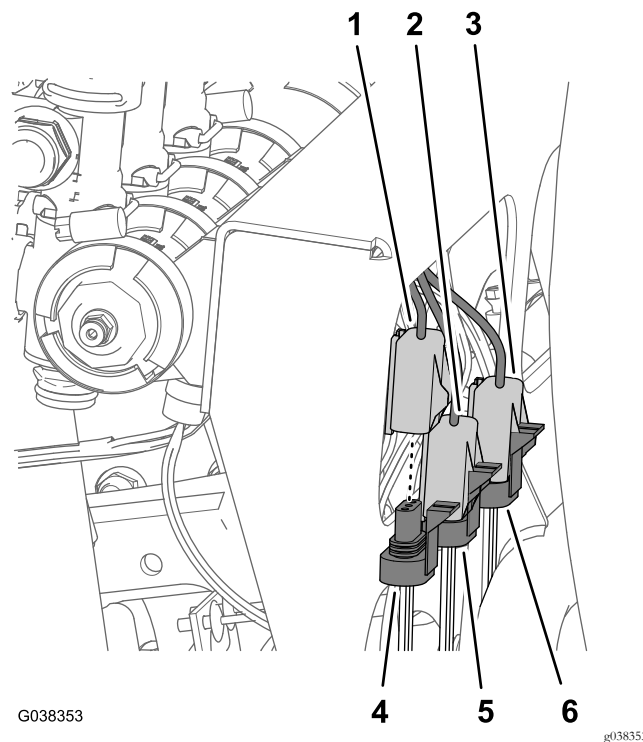

Figura 56
- Conecte el arnés de válvula de 3 pines marcado LEFT SPRAY VALVE al conector hembra de 3 vías de la válvula de fumigación izquierda (Figura 56).
- Conecte el arnés de válvula de 3 pines marcado CENTER SPRAY VALVE al conector hembra de 3 vías de la válvula de fumigación central (Figura 56).
- Conecte el arnés de válvula de 3 pines marcado RIGHT SPRAY VALVE al conector hembra de 3 vías de la válvula de fumigación derecha (Figura 56).